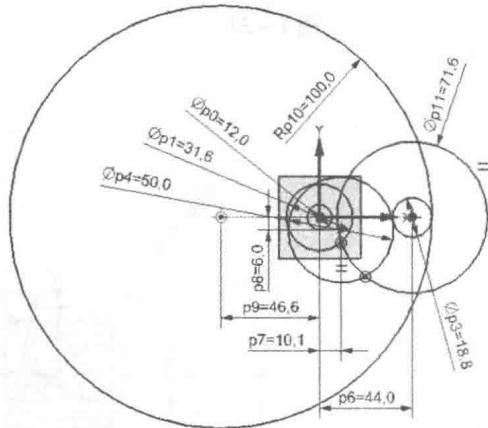

图 1-29
2) 标注直径为 18.8 的圆心与坐标系圆心坐标水平距离为 44, 直径为 50 的圆的圆心与坐标系圆心坐标水平距离为 10.1, 与坐标系圆心坐标竖直距离为 6, 直径为 200 的圆的圆心与坐标系圆心坐标水平距离为 46.6, 如图 1-29 所示。
(6) 增加约束关系